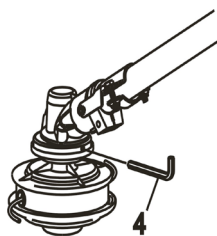

Fig. 9
- Luego inserta una llave Allen 4 mm en los agujeros para evitar que se mueva la abrazadera. Fig.9